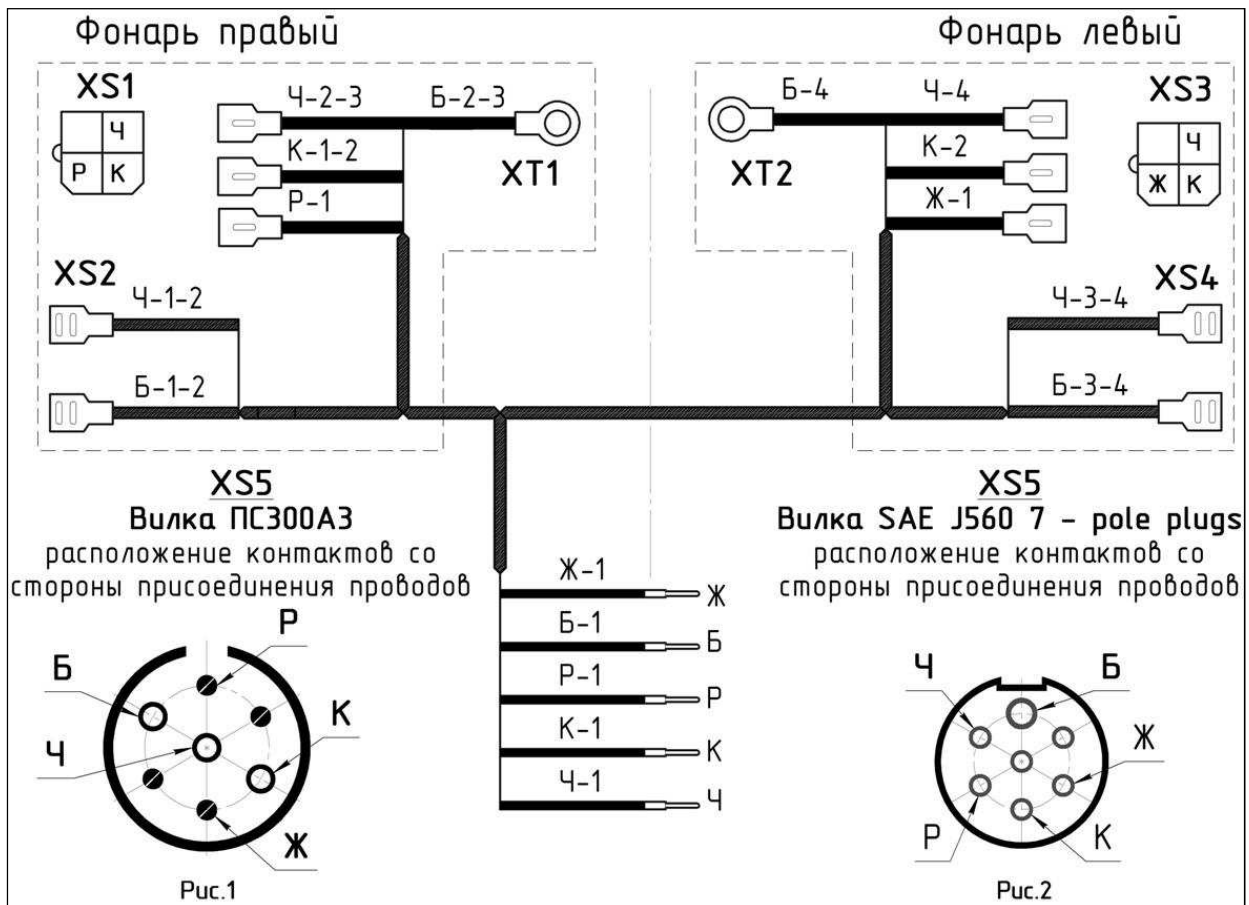

Рисунок 5.21 – Схема коммуникаций электрических
**ВАЖНО!** В случае агрегатирования орудия с тракторами модельного ряда VERSATILE выполнить переподключение вилки ПС-300АЗ (рисунок 5.21) на вилку SAE J560 7-Pole Plugs согласно схеме соединений, соблюдая цветовую маркировку проводов Подсоединение вилки на рисунке 5.20 показано со стороны жгута электропроводки.